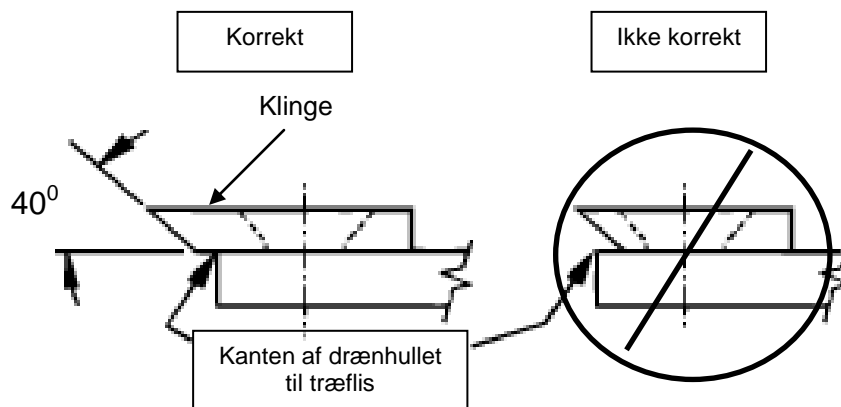

Fig. 9
3. Slib klingen ved hvæsse skæret på klingen i en **40 graders vinkel** (se fig. 9 nedenfor). Det er ikke nødvendigt at fjerne alle hakker fra skæret. PAS PÅ: Vær forsigtigt med varmeudvikling under slibningen. Derved nedsættes klingens varmebehandlede hårdhedsprofil, hvilket nedsætter klingens levetid. Du tjekke varmeudviklingen ved hjælp af farven langs skæret. Det skifter farve ved for høje temperaturer.
4. Den samme klinge kan slibes flere gange. Det er dog nødvendigt at udskifte klingen, når den ikke længere når ud over drænhullet til træflis på kompressorhjulets bagplade, eller hvis der opstår øgede vibrationer (se fig. 9).